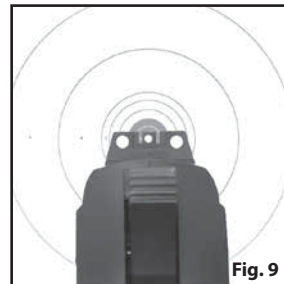

Fig. 9
3. Luftpistolen er sigtet korrekt, når det forreste sigteblad er anbragt i det bagerste sigtes hak (Fig. 9).